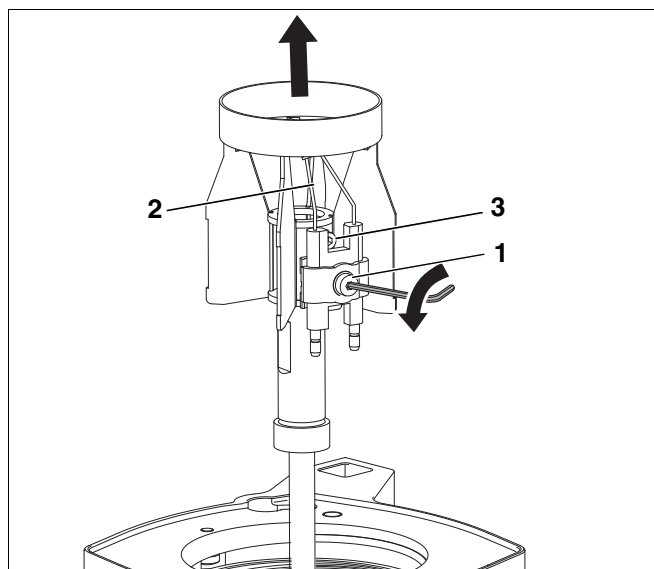
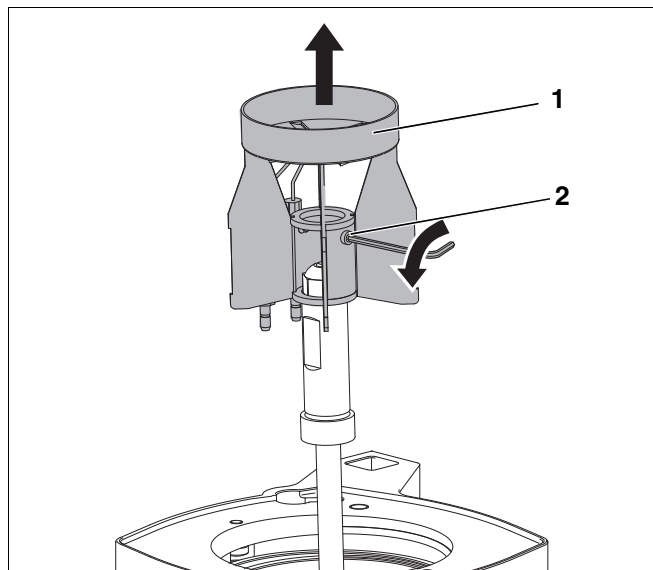
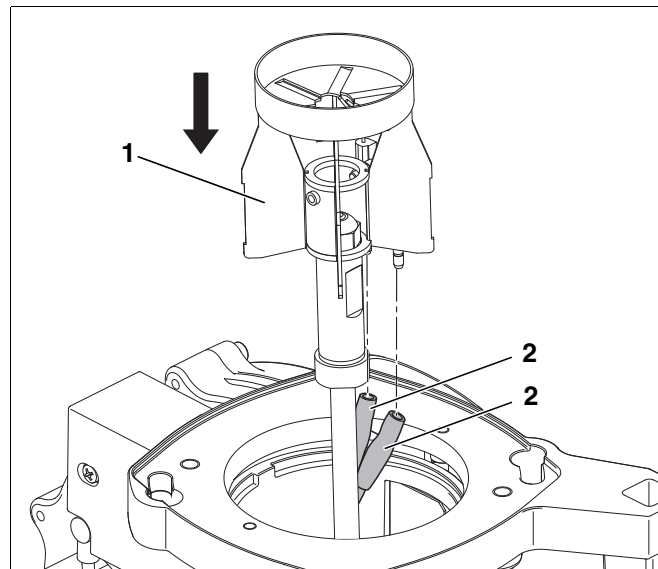

Рис. 26 Замена запальных электродов
Рис. 27 Демонтаж распределительного диска
Рис. 29 Монтаж распределительного диска
На запальных электродах (Рис. 26, поз. 2) не должно быть отложений.
- Отвернуть винт (Рис. 26, поз. 1) между запальными электродами.
- Отсоединить провода (Рис. 29, поз. 2, стр. 31) от запальных электродов.
- Демонтировать запальные электроды (Рис. 26, поз. 2).
- Ослабить установочный винт (Рис. 27, поз. 2) и демонтировать распределительный диск (Рис. 27, поз. 1).
- Вынуть вверх распределительный диск (Рис. 27, поз. 1).
- Установить распределительный диск (Рис. 29, поз. 1) и закрепить установочными винтами (Рис. 27, поз. 2, стр. 30 и Рис. 26, поз. 3, стр. 29).
- Подсоединить провода к запальным электродам (Рис. 29, поз. 2).